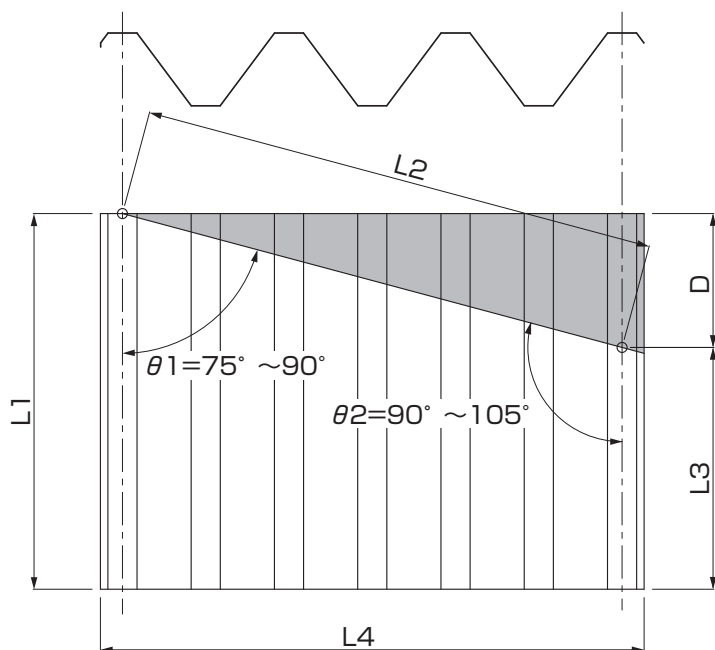

図5-3 折板切断部詳細
- ①折板は図5-3を参照の上、表5-2で求めた角度からD値を求めて切断してください。